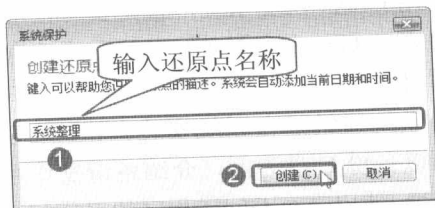

图 10-8 单击“创建”按钮
步骤③ 在弹出的“系统保护”对话框中为此还原点命名，然后单击“创建”按钮，如图10-8所示。